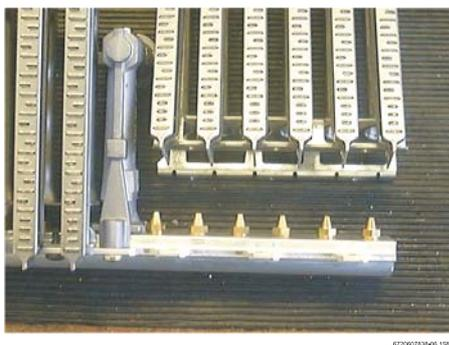

Bild 8
- ▶ Nachdem die Schrauben entfernt worden sind, die zwei Brennerhälften abbauen (Bild 8).